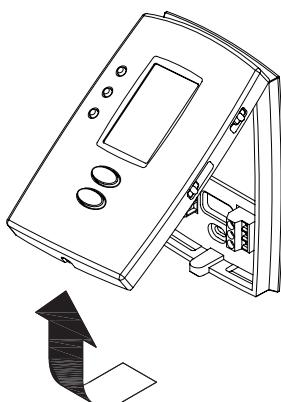
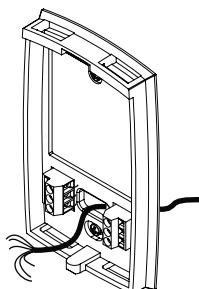

Figura 1
Figura 2
- ① Destornillar el tornillo de anclaje que está en la parte inferior del termostato. Tener en cuenta que el tornillo está prisionero y no puede retirarse de la placa.
- ② Separar el termostato de la placa mural según se muestra en la figura 1.
- ③ Colocar la placa mural contra la pared y marcar los agujeros con un lápiz.
- ④ Perforar los agujeros en el lugar marcado e introducir los anclajes de pared provistos.
- ⑤ Pasar los cables por la gran abertura situada en el centro de la parte inferior de la placa mural según se muestra en la figura 2.